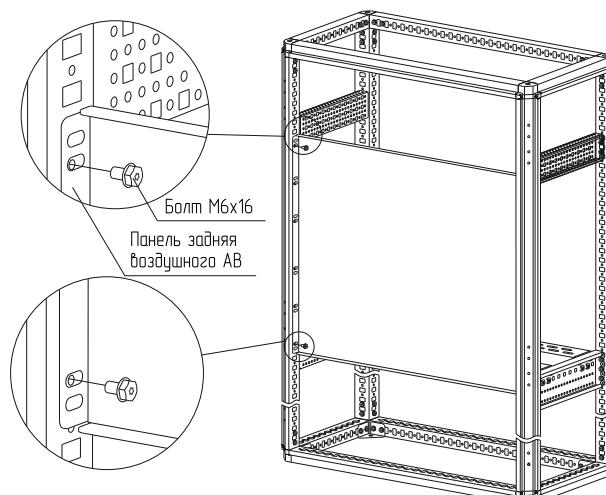

Рисунок 40
- вариант 1. Болтами М6×16 (рисунок 40). Момент затяжки – 7 Н·м. Болты приобретаются отдельно;